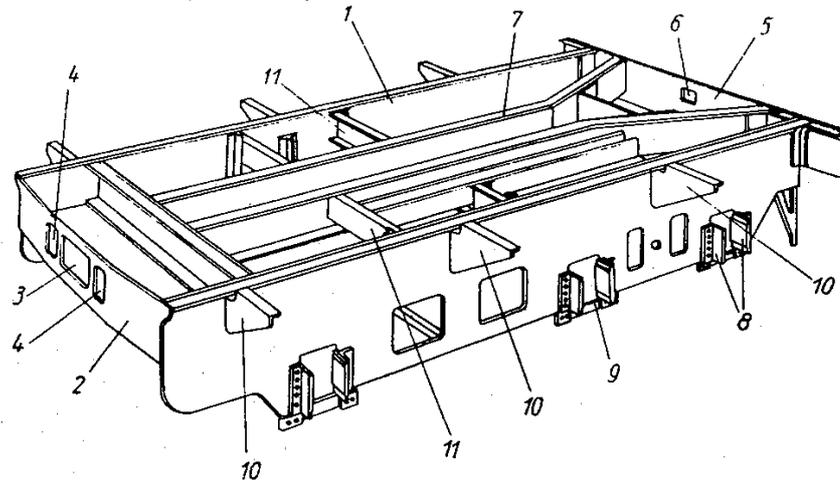

Bild 75. Rahmen eines dreiachsigen Tenders
Der Kuppelkasten bildet die vordere Querverbindung der beiden Rahmenwangen; demzufolge besteht er aus kräftigen U-Eisen und dicken Blechen. Nach oben und nach unten wird der Kuppelkasten durch dicke Blechplatten abgeschlossen, die mit den Rahmenwangen vernietet sind (Bild 75).
Parallel zu den Rahmenwangen liegen 2 U-Eisen als Längsträger (7). Kurz vor dem Pufferträger laufen sie schräg auseinander und sind an den Stellen mit dem Pufferträger vernietet, an denen die Puffer befestigt werden (Bild 75). Dadurch werden die von den Puffern aufgenommenen Stöße gleichmäßig auf die beiden Längsträger des Rahmens übertragen. In der Mitte des Pufferträgers dient eine Aussparung mit Führungsplatten und Verstärkungen zur Aufnahme des Zughakens (6). Als weitere Versteifung des Rahmens hat man auf die unteren Flansche der Längsträger dicke Bleche genietet. Um leichter zum Wasserkastenboden, zur Zugvorrichtung sowie zum Längsträger zu gelangen, sind sie mit Ausschnitten versehen.
Der Wasserkasten wird nun von den Rahmenwangen, den Längsträgern und den Querverbindungen getragen. Da er meist breiter ist als der Rahmen, nehmen besondere Wasserkastenträger (10) die überstehenden Flächen des Kastenbodens auf (Bild 75).